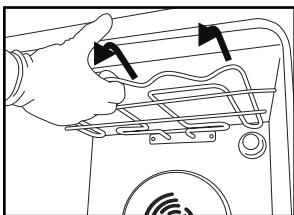
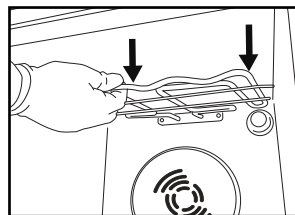

Fig. 3
Fig. 4
2. Trek het verwarmingselement voorzichtig naar buiten (Fig. 3) en breng het omlaag (Fig. 4).